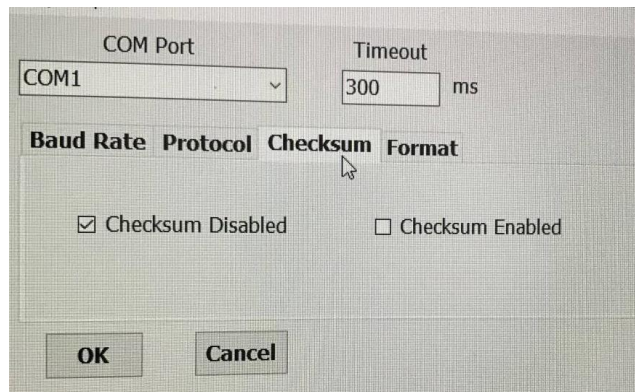

Рис. 4.5. Номер СОМ-порту та контрольна сума
- контрольну суму (*Cheksum*) – cheksum desable (рис. 4.5);